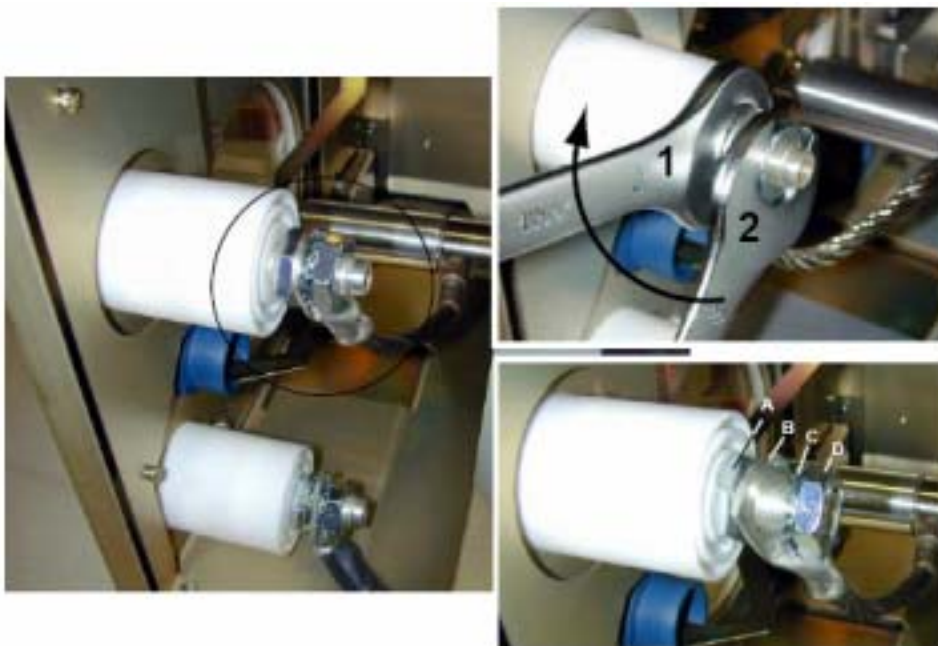

图 7-40 灯阳极连接
8. 将阴极引线的有眼螺栓 (B) 放进灯箱上的阳极连接器，加上垫片 (C)，然后拧紧螺帽 (D) 将其固定。(图7-40)